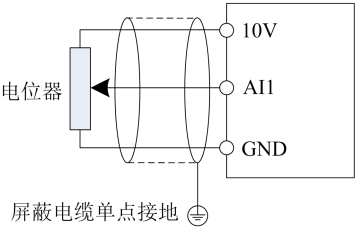

图 3-2. 模拟量输入端子接线示意图
- 1) 请垂直安装变频器，便于热量向上散发。但不能倒置。若柜内有较多变频器时，最好是并排安装。在需要上下安装の場合，请参考图3-2的示意，安装隔热导流板。